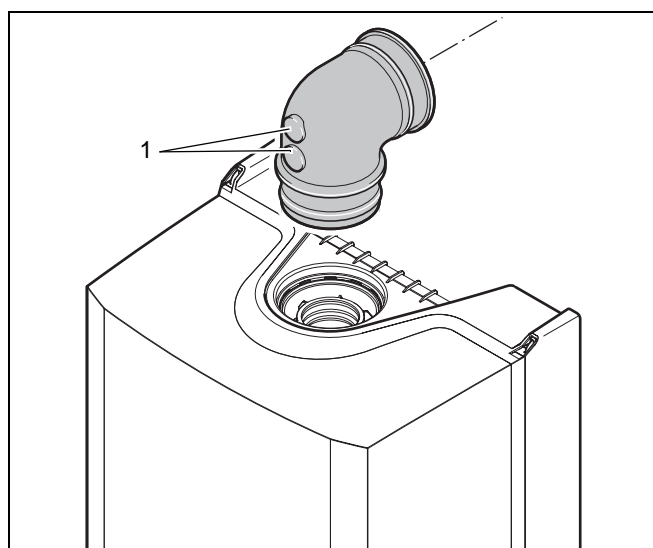

Рис. 13 Места измерения на кривой отработанных газов
- Монтаж трубы отработанных газов на адаптере отработанных газов (рис. 13).